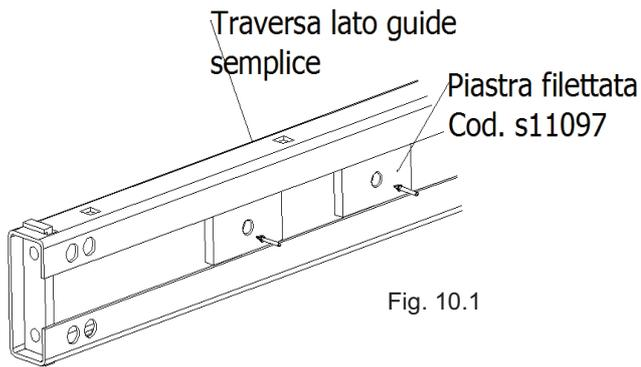

Fig. 10.1
- ✓ Inserire due piastre filettate nella cavità della traversa e ruotarle fino a portarle in posizione verticale (Fig. 10.1).